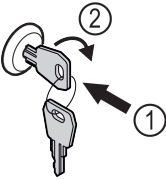

Fig. 92 例图
- ▶ 按入钥匙 Fig. 92 [1]。
- ▶ 将钥匙顺时针转动 90° Fig. 92 [2]。